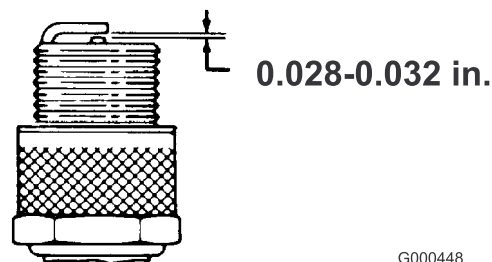

Figura 26
3. Ajuste el hueco entre electrodos a 0,7–0,8 mm (Figura 26). Tras ajustar correctamente los electrodos, coloque la bujía y apriétela a 23 Nm.